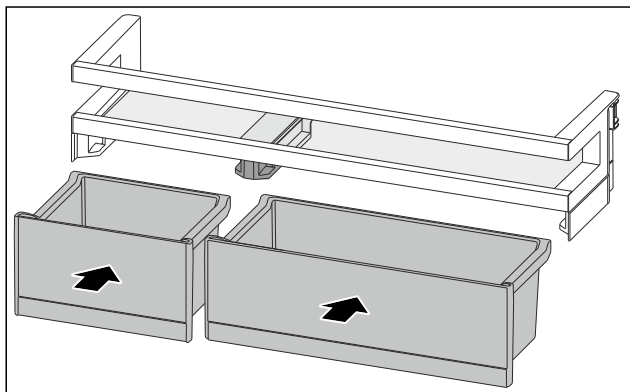

Fig. 194
- ▶ Włożyć VarioBox w innym rozmieszczeniu. (patrz Fig. 194)